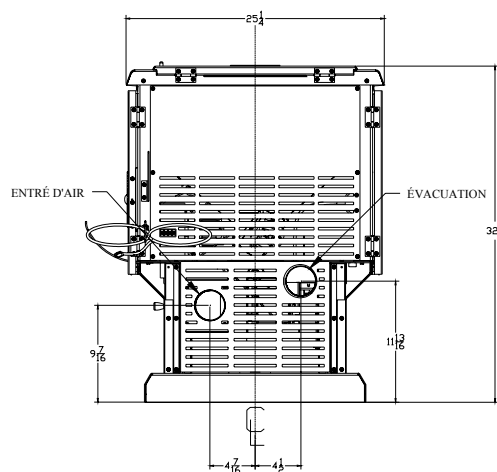

FIGURE 4
- Marquez la position du trou au mur directement derrière la buse d'évacuation (voir figure 4).